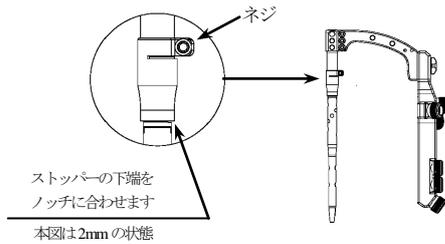

図 9-1
- 10) TD アームのネイル接続端部にストッパーを差し込みます。ネイル近位端の挿入深度を決定し、ストッパーの下端を TD アームのノッチ位置 (0, 2, 5 又は 10mm) に合わせ、ネジを締め付けてストッパーを固定します。(図 9-1)